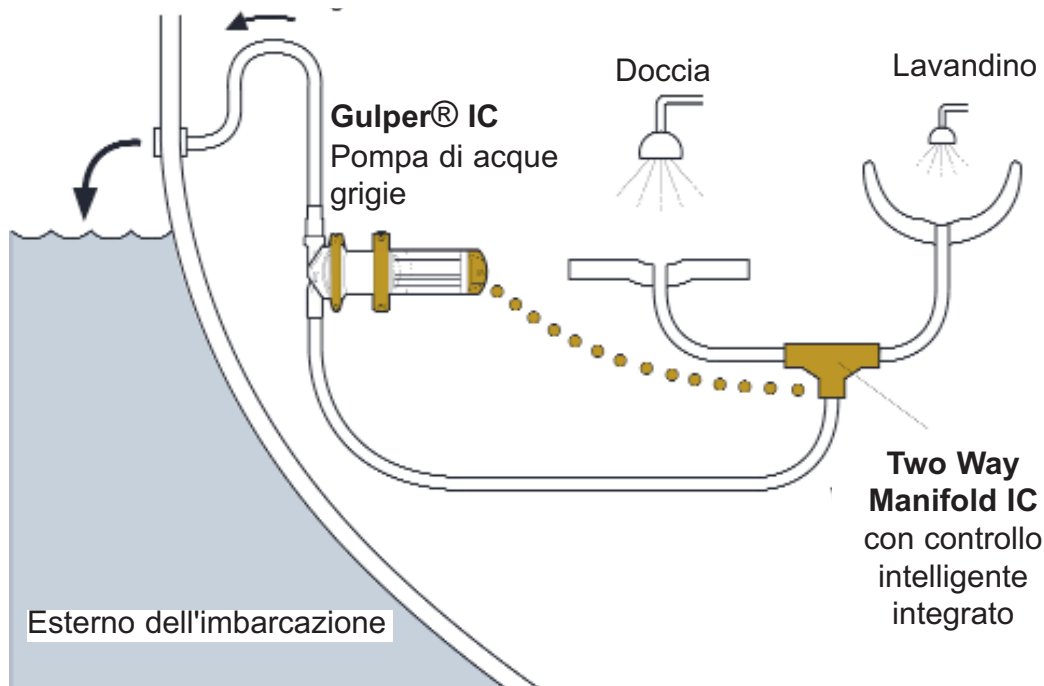

Fig. 1b Installazione tipica della Gulper® IC utilizzata come pompa ad alta capacità per scarichi grigi con Two Way Manifold IC
Vedere Fig 1a per l'accessorio Gulley IC e Fig 1b per l'accessorio Collettore IC a 2 vie.
- Fig 1b Installazione tipica della Gulper® IC utilizzata come pompa ad alta capacità per scarichi grigi con Two Way Manifold IC